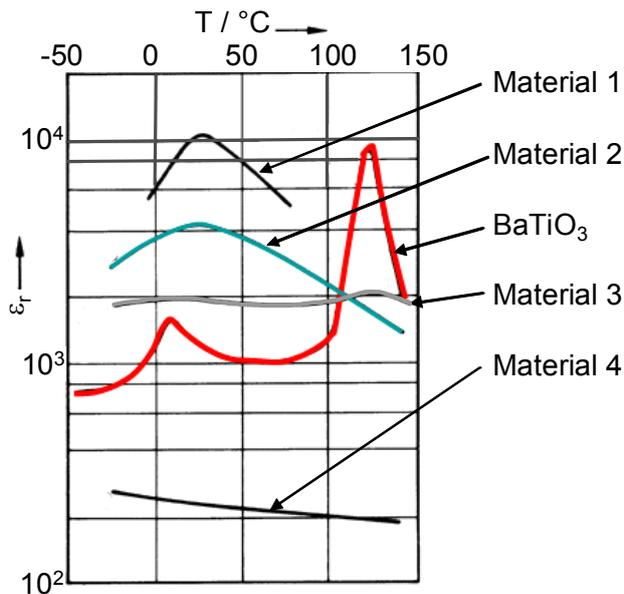

Bild 2
Als Dielektrikum stehen die Materialien 1 bis 4 aus Bild 2 zur Verfügung. Mögliche Baugrößen für das Gehäuse sind in Tabelle 1 angegeben.
a) Welches der in Bild 2 aufgeführten Materialien ist für diesen Kondensator am besten geeignet? Weisen Sie nach, dass Ihre Auswahl unter Berücksichtigung der gegebenen Randbedingungen alle Anforderungen erfüllt. (3 Punkte)